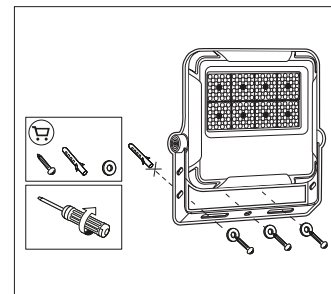

Рис. 1
- Разместить и просверлить три отверстия для установки лиры на поверхности стены или любой другой поверхности согласно отверстиям на лире (рис. 1).